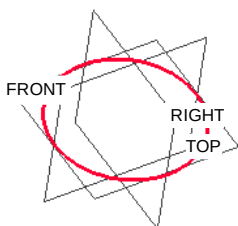
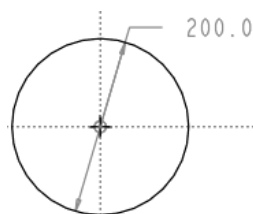

图 3.4.7 创建基准曲线
图 3.4.8 绘制草图
(8) 利用数据文件重新生成样条曲线。
① 双击样条曲线，在出现的操控板中单击 **文件** 选项卡，再单击“打开”按钮 ，打开数据文件 cam1.pts。
② 在系统弹出的“确认”对话框中单击 **是(Y)** 按钮；然后单击操控板中的  按钮。
(9) 完成后单击“确定”按钮 。
Step3. 创建图 3.4.7 所示的基准曲线。单击“**草绘**”按钮 ；选取 FRONT 基准平面为 **草绘** 平面，RIGHT 基准平面为参考平面，方向为 **右**；截面草图如图 3.4.8 所示。